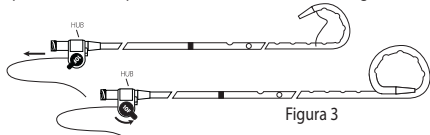

Figura 3
9. Tirare la sutura fino a che si forma il pigtail desiderato. Non stringere eccessivamente il pigtail perché questo potrebbe danneggiare il catetere. Ruotare il meccanismo di bloccaggio della sutura in posizione distale per tenere ferma la sutura. Vedere figura 3.